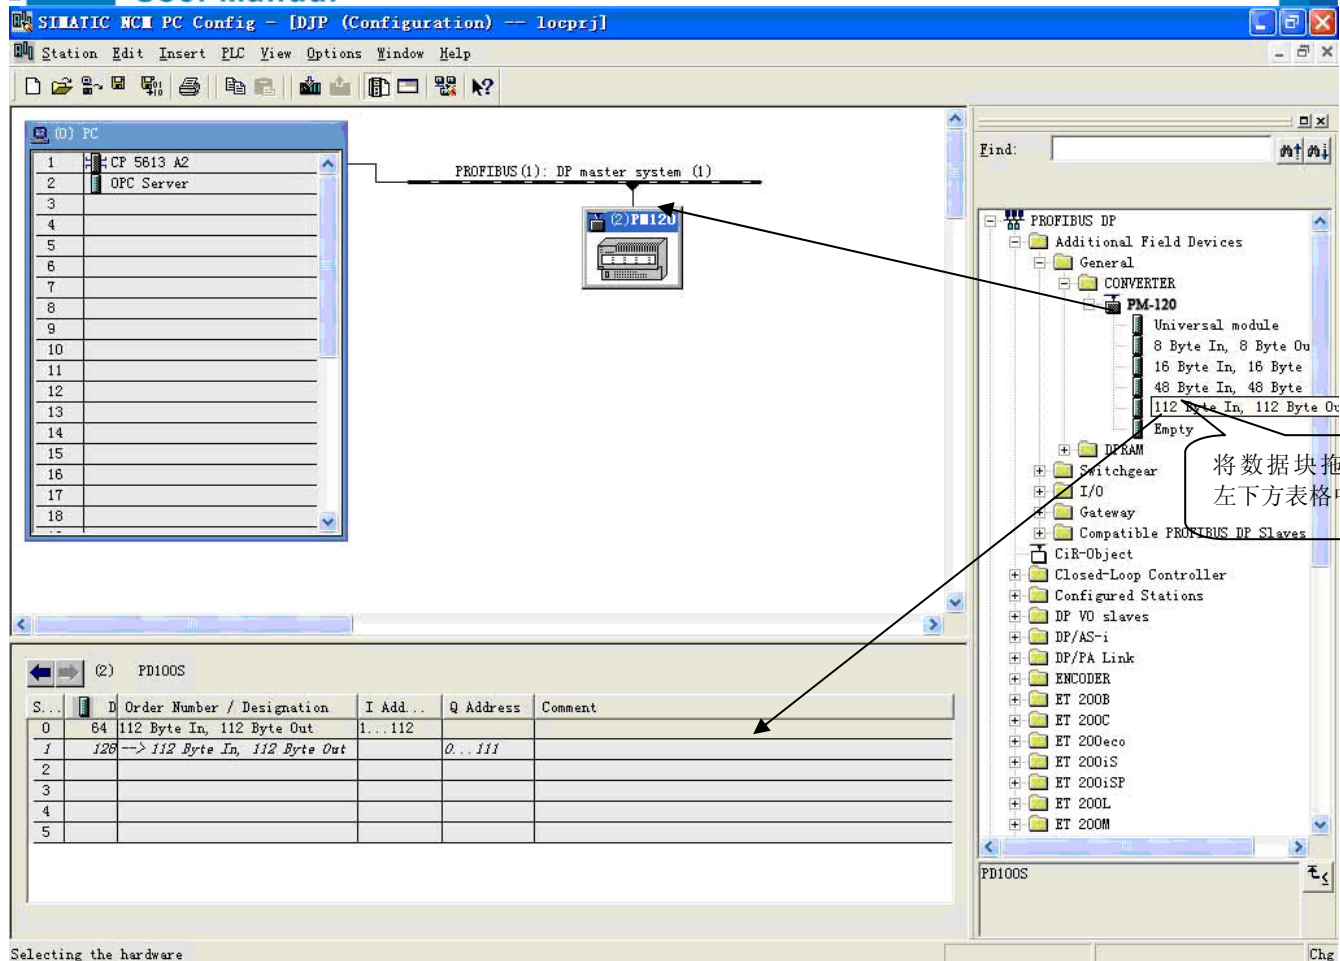

图 10
11. 将从站 PM-120 配入到 PROFIBUS 网络配置当中，并将输入输出数据块，映射到 S7-300 或者其它控制器的内存当中。如图 10: